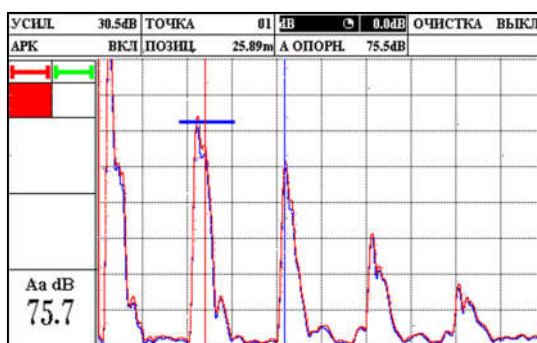

Рисунок 2.47 – Установка уровня ослабления сигнала второй точки
12. Уровень ослабления «дВ» установить таким образом, чтобы кривая АРК опустилась до пика второго отражателя (рис. 2.47).